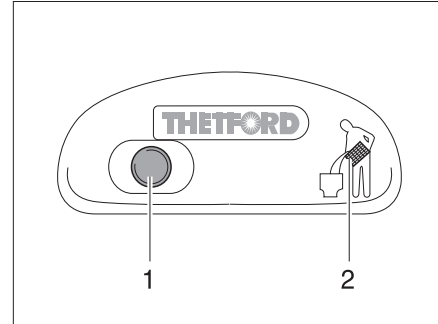

Fig. 140 Botón de lavado/luz de control del inodoro Thetford
- Para lavar, pulsar el botón de lavado azul (Fig. 140,1).
La luz de control (Fig. 140,2) se enciende cuando es necesario vaciar el cassette Thetford.